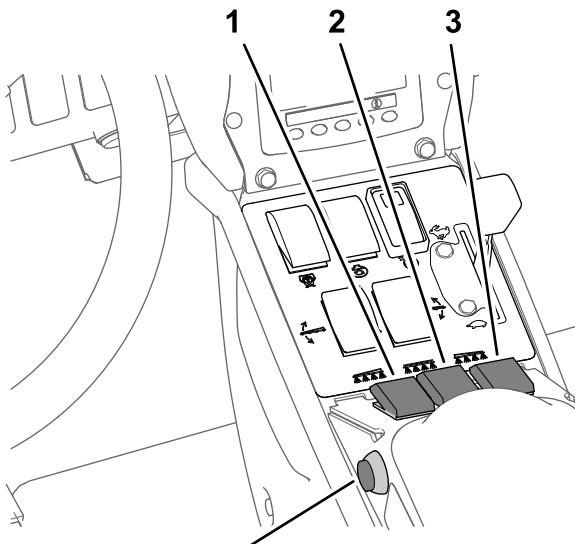

Figura 44
7. Ponga los interruptores de sección de fumigación en la posición de ACTIVADO (Figura 44).
10. Conduzca a la velocidad deseada y luego ponga el interruptor maestro en la posición de ACTIVADO para empezar a fumigar (Figura 44).
3. Ponga el interruptor maestro en la posición de DESACTIVADO; consulte Figura 44, en Fumigación en el Modo de caudal de aplicación (página 41).
- Ponga los interruptores individuales de las secciones que desea utilizar en la posición de ACTIVADO; consulte Figura 44 en Fumigación en el Modo de caudal de aplicación (página 41).
- Conduzca a la velocidad deseada y luego ponga el interruptor maestro en la posición de ACTIVADO para empezar a fumigar; consulte Figura 44, en Fumigación en el Modo de caudal de aplicación (página 41).